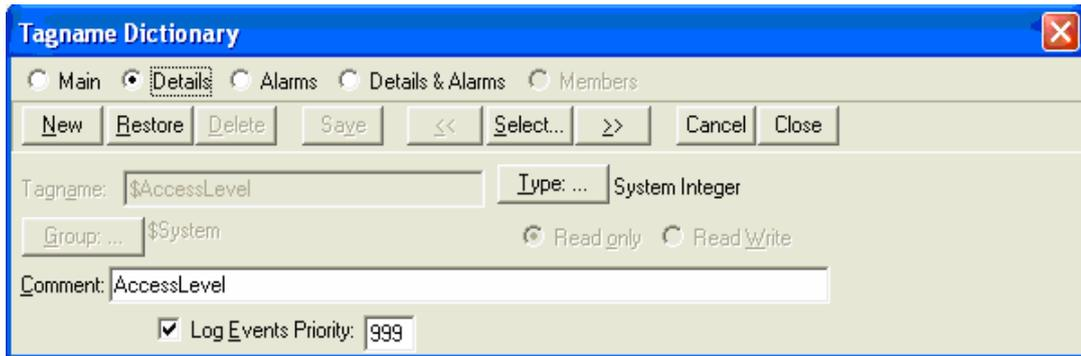

Figura 4.1. Diccionario Tagname
- **Presionar Ctrl+T** aparece la siguiente pantalla. **Figura 4.1:**